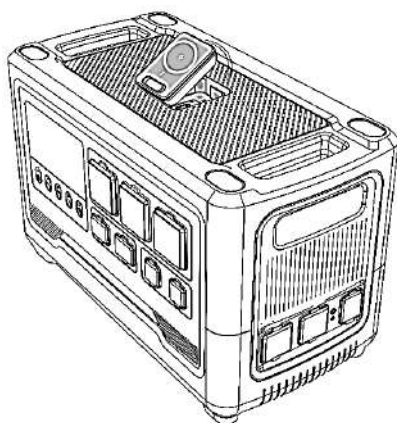

Рисунок 13. Схема заряджання павербанка від зарядної станції моделей «PSG-1800i Plus», «PSG-2400i».
5.2.5.1 Заряджання павербанка від зарядної станції постійним струмом (рис.13).